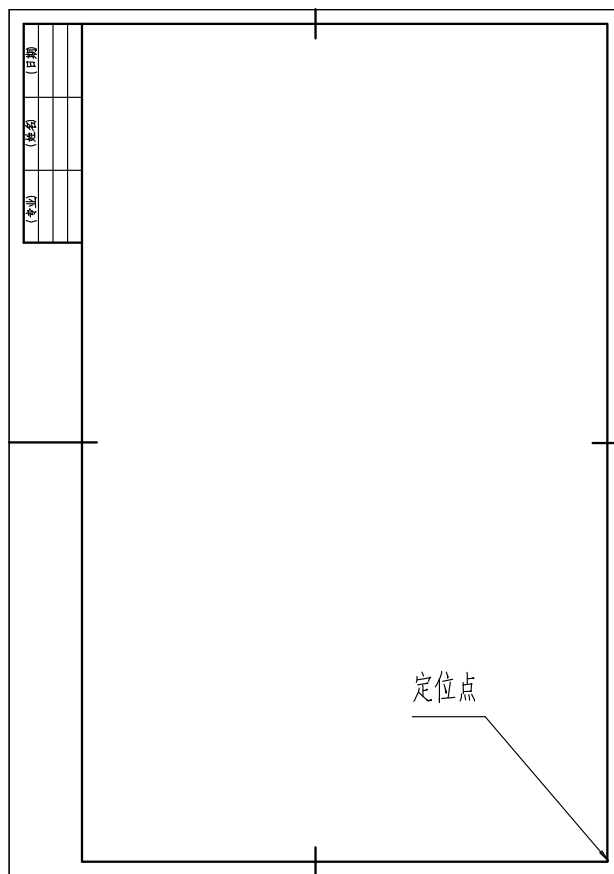

图 16-10 自定义图框
2. 使用定义图框命令，系统提示【拾取元素：】，这时用光标拾取构成图框的元素（所拾取的图形元素用高亮颜色显示，默认为红色），拾取完毕后右击；此时系统提示【基准点：】，基准点是用来定位标题栏和明细表的，所以定位点一般选择在图框中绘图区的右下角点，如图 16-10 所示。